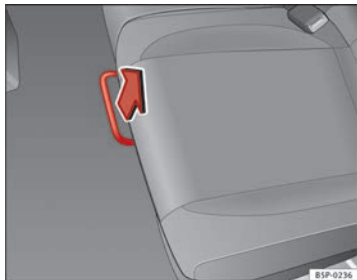

Fig. 95 Barre de déverrouillage de la banquette arrière
- En position assise, déverrouillez le levier dans le sens de la flèche → fig. 95.